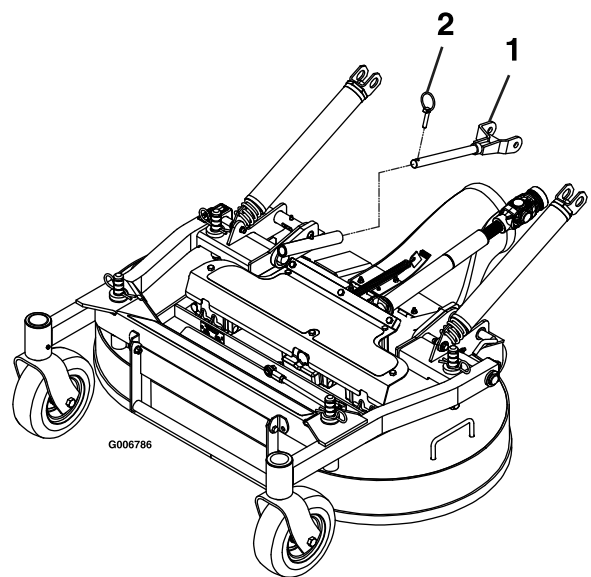

Figura 68
6. Retire los pasadores de seguridad de los extremos delanteros de los brazos de empuje en cada lado de la máquina (Figura 68).
5. Sujete los brazos de empuje con los pasadores de seguridad en el lado derecho e izquierdo de la máquina (Figura 68).